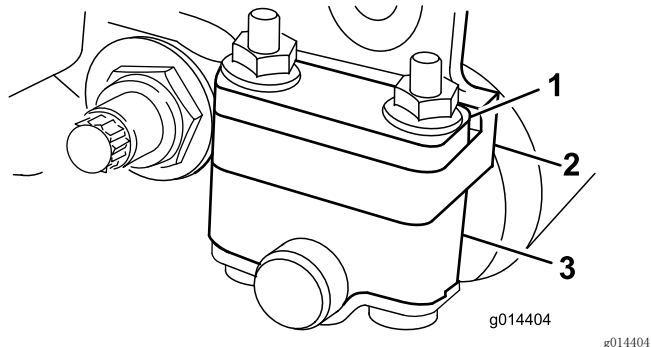
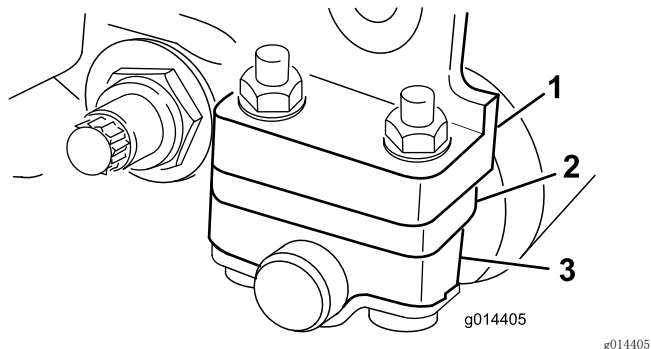

图15
图16
根据您想要的剪草高度范围，需要将后滚筒支架（图15 或图16）调整到较低或较高的位置：
- 如 图15 所示，当剪草高度设置介于 1.5~6mm 之间时，将隔片放在侧板安装法兰的上方（出厂设置）。
- 如 图16 所示，当剪草高度设置介于 3~25mm 之间时，将隔片放在侧板安装法兰的下方（出厂设置）。
4. 需要时，将隔片放入滚筒支架上方或下方的螺栓上（图15 或图16）。